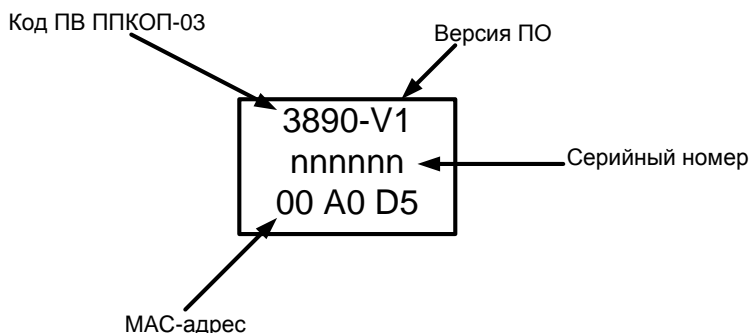

Рисунок 5 - Шильдик на плате ПВ ППКОП-03
- поле **«MAC адрес»** содержит уникальный трехбайтовый код, который присваивается ПВ ППКОП-03 на этапе производства. Значение MAC-адреса указано на шильдике, который приклеен на лицевой стороне платы (см. рисунок 5).